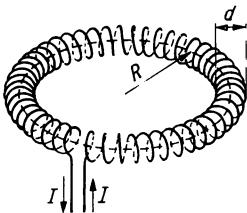

Bild 72
- 8.26** Eine Ringspule (Bild 72) hat N Windungen, den Radius R und den Wicklungsduurchmesser d . Sie wird von einem Strom der Stromstärke I durchflossen. Berechnen Sie für das Innere der Spule 1. die magnetische Feldstärke und 2. die Flußdichte.